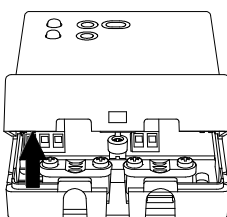

Fig. 3
- Ruotare il coperchio cavi esercitando una leggera pressione fino ad estrarla completamente (Fig. 3).